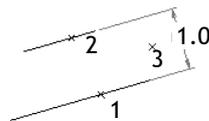

图 2.8.2 平行线距离
Step 2 分别单击位置 1 和位置 2 以选择两条平行线，中键单击位置 3 以放置尺寸（图 2.8.2）。